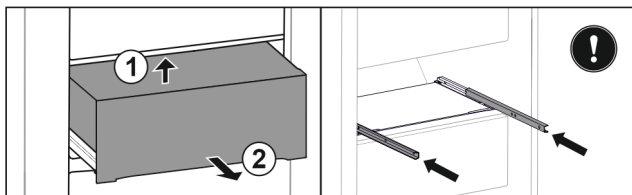

Fig. 54
- ▶ Nadvihnite zásuvku zospodu dozadu. Fig. 54 (1)
- ▶ Odoberte zásuvku dopredu. Fig. 54 (2)